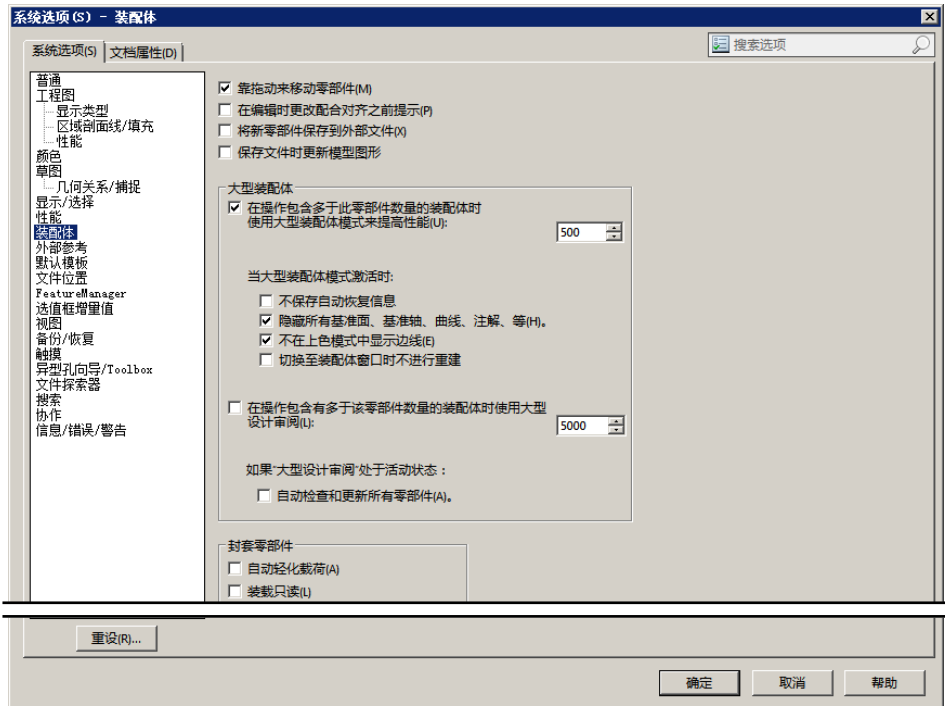

图 13.4.4 “系统选项 (S)-装配体”对话框
在“系统选项”对话框左侧列表区域中选中**装配体**对象，系统弹出图 13.4.4 所示的“系统选项 (S)-装配体”对话框，在该对话框中可以设置大型装配体模式。